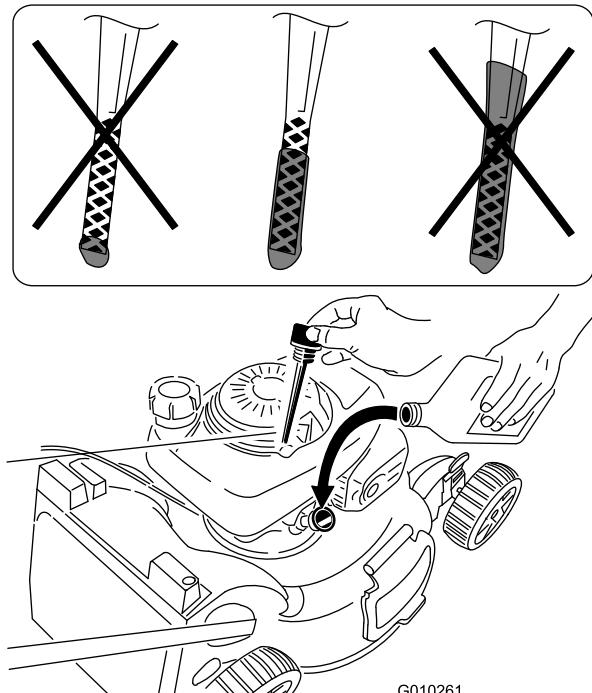

Figura 5
1. Retire la varilla (Figura 5).
2. Vierta aceite **lentamente** por el tubo de llenado de aceite, comprobando el nivel con la varilla de vez en cuando, hasta que la varilla indique que el motor está lleno, tal como muestra Figura 5. **No llene demasiado.** (Capacidad máxima: 0,55 l, tipo: aceite detergente SAE 30 con clasificación de servicio API SH, SJ, SL o superior.)
Nota: Cada vez que compruebe el nivel de aceite, retire la varilla y límpiela, introduzcala en el cuello de llenado de aceite (sin enroscarla), luego retírela de nuevo y compruebe el nivel (Figura 5).